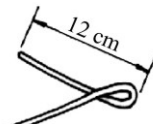

Figura 24
- c1) Dobrar o arame de modo a formar um elo, com um prolongamento de 12 cm (Figura 24).